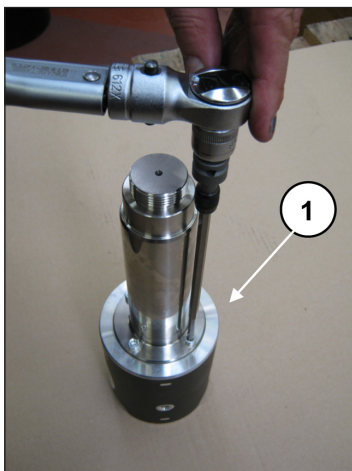

Fig. 46
Para separar a haste da guia do pistão, solte os parafusos do cabeçote cilíndrico M6, mediante a chave especial (pos. ①, Fig. 46).